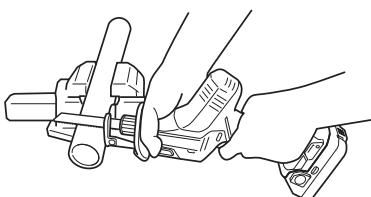

Fig. 22
(1) Sujete firmemente una pieza de trabajo antes de la operación. (Fig. 22)